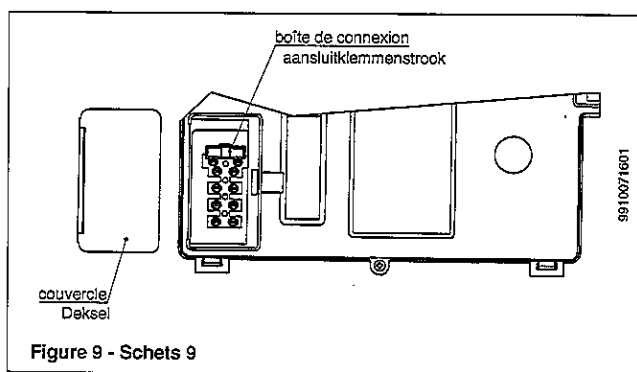

Figure 9 - Schets 9
- * enlever le couvercle afin d'accéder à l'endroit des branchements électriques (figure 9).